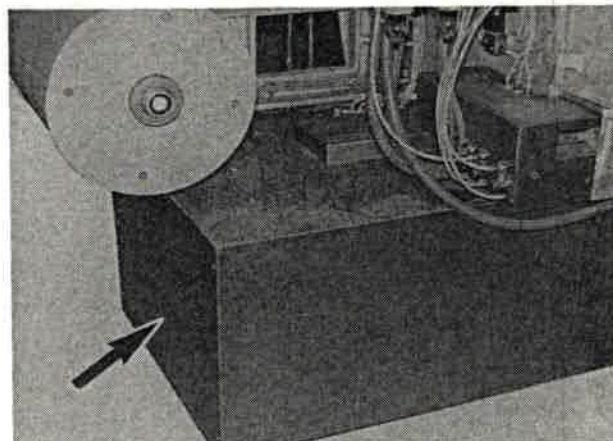

Bild 119
1. Schutzhaube (Bild 119/Pfeil) über dem Antriebsmotor abbauen.
1. Schutzhaube (Bild 119/Pfeil) abbauen.